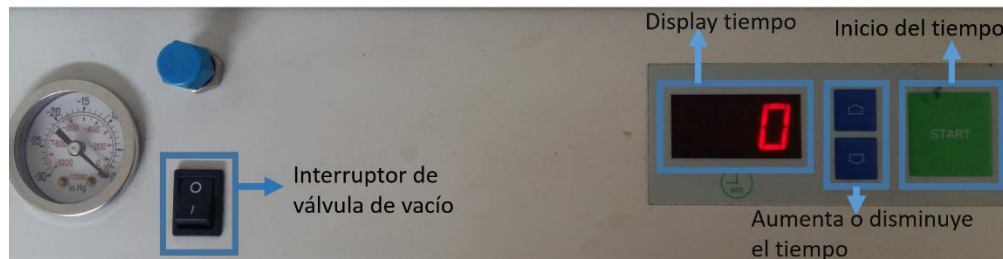

Figura 2. Botones de la máquina Insoladora.
- Figura 2 colocar eje y.
La Insoladora que se va utilizar es de referencia AZ 220, esta máquina cuenta con un temporizador, una válvula de vacío para comprimir la placa entre las dos superficies y los botones de uso que se muestran en la figura 2.